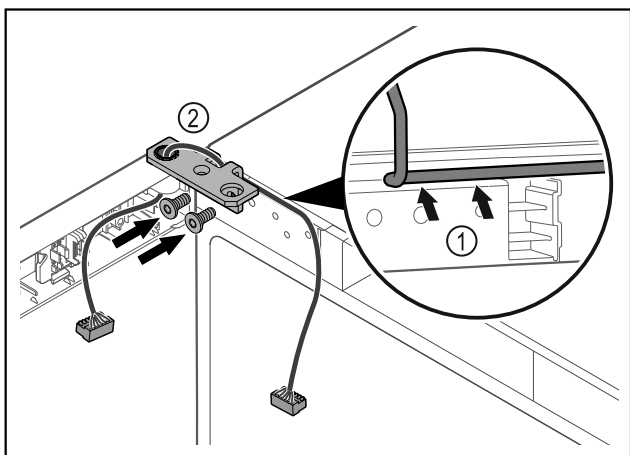

Fig. 47
- Før kabelen forsiktig gjennom åpningen i hengselvinkelen, og legg den omhyggelig på plass Fig. 47 (1).
- Skru på hengselvinkelen Fig. 47 (2).